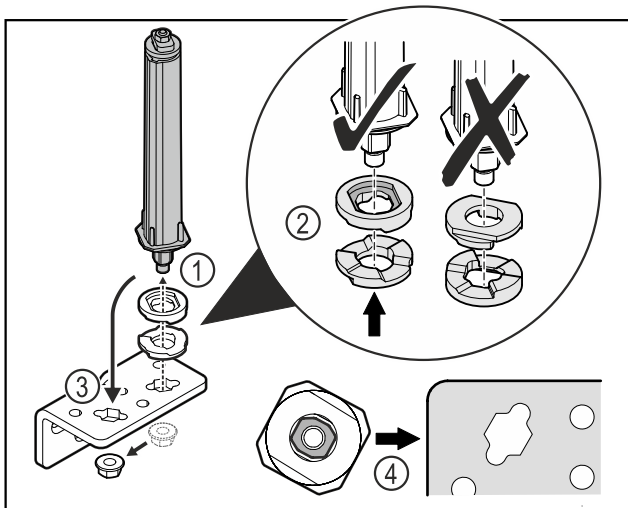

Fig. 37
- ▶ Odvijte matice in odstranite sistem za zaklepanje vrat Fig. 37 (1).
- ▶ Pazite na pravilno razporeditev podložk za nastavljanje višine Fig. 37 (2).
- ▶ Sistem za zaklepanje vrat prestavite v kotniku tečaja in ga fiksirajte z matico Fig. 37 (3).
- ▶ Pri vstavljanju pazite na pravilno naravnost sistema za zaklepanje vrat Fig. 37 (4).